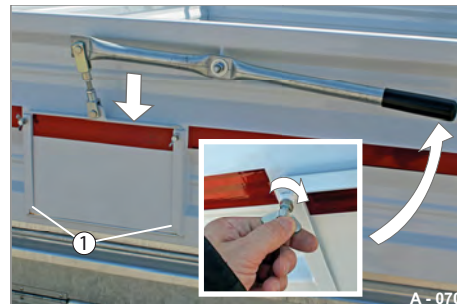

Abb. 92 Dosierschieber geschlossen
- ▶ Säubern Sie die Laufschlitze (Abb. 92/1) der Schiebe-Klappe vor Verunreinigungen.